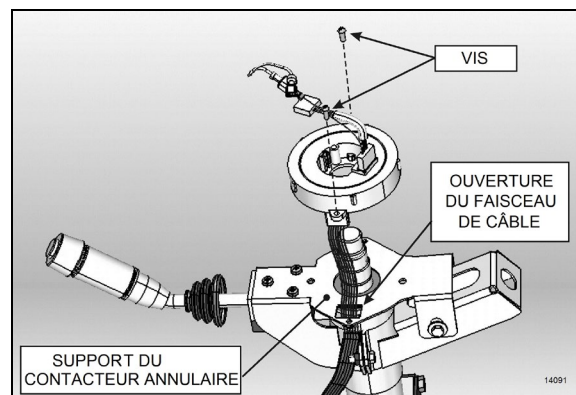

FIGURE 14 : POSE DU CONTACTEUR ANNULAIRE
- Enlever les 2 vis de montage du contacteur annulaire. Enlever le contacteur. Vous devrez débrancher le connecteur de faisceau de câbles de contacteur annulaire placé dans le bas, le long de la colonne de direction (Figure 14). Au besoin, enlever les capots de colonne de direction.
- Acheminer le faisceau de câbles du nouveau contacteur annulaire à travers l'ouverture du support (Figure 14). Brancher le connecteur à la base de la colonne de direction et fixer le faisceau de câbles le long de la colonne de direction.